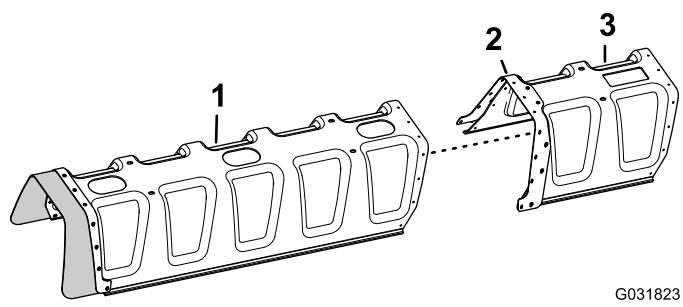

Рисунок 147
3. Совместите отверстия в усиливающей пластине (двойной ряд) удлинителя кожуха с отверстиями в конце кожуха стрелы с 11 соплами (Рисунок 147).